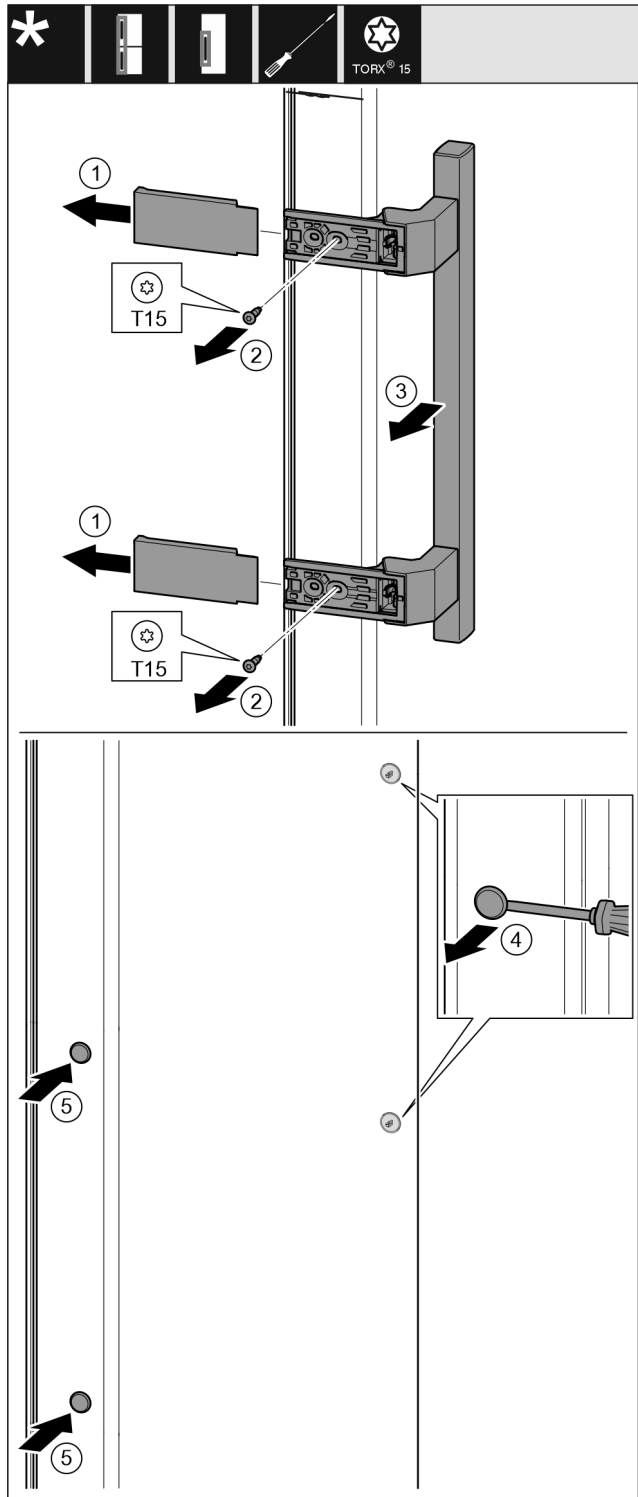

Fig. 19
- ▶ Afdekking eraf trekken. Fig. 19 (1)
- ▶ Schroeven met schroevendraaier T15 eruit draaien. Fig. 19 (2)
- ▶ Greep eraf halen. Fig. 19 (3)
- ▶ Zijdellingse stop voorzichtig met een sleufschroevendraaier optillen en eruit trekken. Fig. 19 (4)
- ▶ Stop op de andere kant weer aanbrengen. Fig. 19 (5)